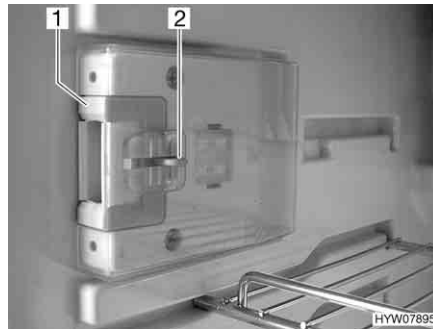
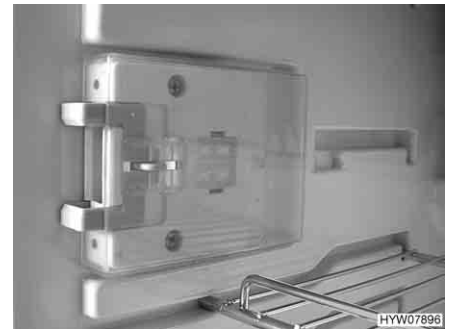

Fig. 195 Dispositivo de cierre en posición normal
Fig. 196 Dispositivo de cierre en posición de ventilación
- Hundir el desbloqueo (Fig. 195,2).
- Empujar el dispositivo de cierre (Fig. 195,1) hacia delante (Fig. 196).